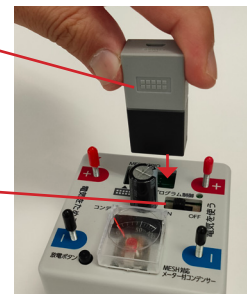

図 5. MESH GPIO ブロックの接続方法
2. MESH GPIO ブロックを、本器の MESH 差し込み口に対し、正しい向きに差し込みます。MEHS GPIO ブロックのアイコンが手前に向く向きに差し込み、本体と接続してください。（図 5 参照）